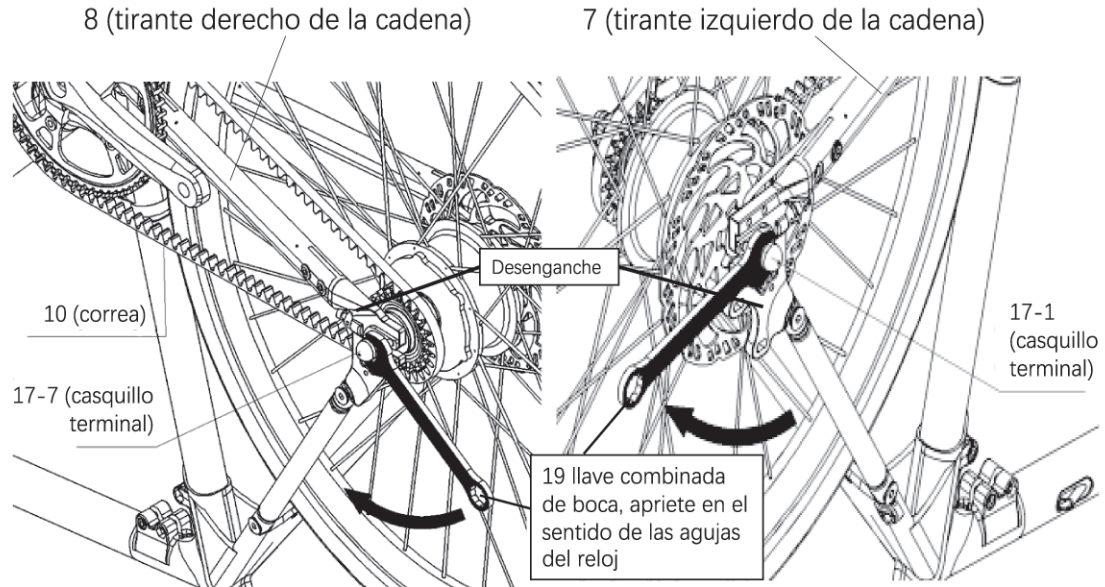

Figura 34.
i. Utilice una llave combinada de 19 para apretar las tapas de los extremos izquierdo y derecho en el sentido de las agujas del reloj, como se muestra en la Figura 34.